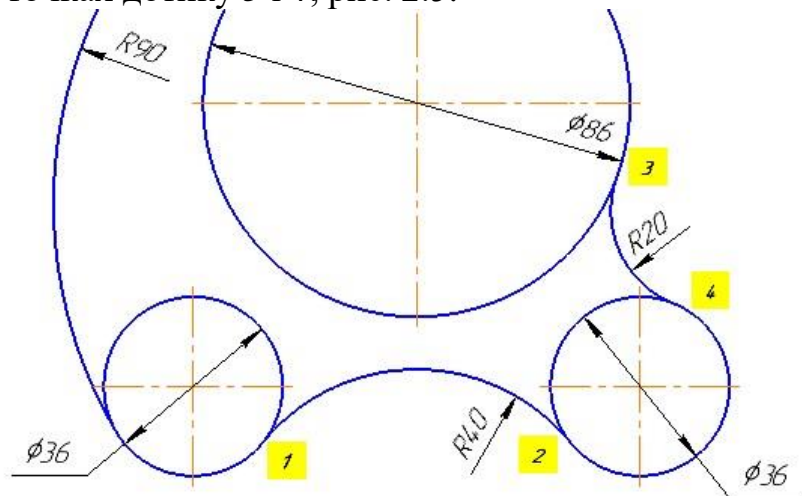

Рис. 2.5. Побудова зовнішнього спряження двох кіл
2.2.2.1. Натисніть кнопку *Скругление*  на панелі *Геометрия*. У полі *Радіус* на панелі параметрів введіть значення 40 мм. Для побудови потрібного варіанту вкажіть кола приблизно у точках дотику 1 і 2, рис. 2.5.
2.2.3. Аналогічно виконайте спряження дугою 20 мм, вказавши кола приблизно в точках дотику 3 і 4, рис. 2.5.